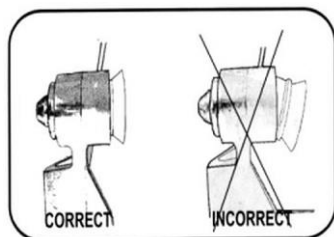

Fig. 35
5. Insira a junta do bocal de sucção no espaço da espiral empurrando-a profundamente (fig. 35).